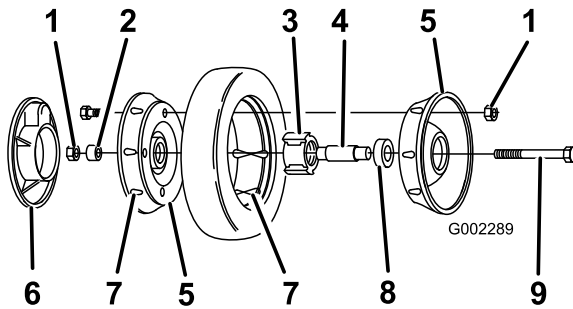

Figura 31
3. Retire el perno, el suplemento de la rueda y la contratuerca que monta la rueda al brazo de pivote (Figura 31).
4. Separe las mitades de la rueda del neumático retirando los 4 pernos y las 4 contratuercas (Figura 31).
Nota: Si retira los cojinetes del conjunto de cojinete/buje, retírelos apretando sobre el suplemento del cojinete (Figura 31).
1. Coloque el neumático en una mitad de rueda, alineando las orejetas en cada pieza (Figura 31).
2. Coloque el conjunto cojinete/buje en el hueco central de la mitad de la rueda. Asegúrese de que las patas del buje están posicionadas sobre la brida del hueco (Figura 31).
3. Coloque la otra mitad de la rueda sobre el conjunto cojinete/buje, alineando las orejetas de la rueda y del neumático y los taladros de montaje (Figura 31).
4. Usando 2 tornillos o pernos de rosca completa (1/4-20 x 1,50 pulg.) y tuercas no de freno, conecte sin apretar las dos mitades de la rueda. Monte los tornillos o pernos en taladros opuestos (Figura 31).
5. Compruebe la alineación de todas las piezas y apriete los pernos, alternando de uno a otro para que el encaje sea uniforme, hasta que las mitades de la rueda estén juntas (Figura 31).
6. Instale los 2 pernos y 2 contratuercas que retiró anteriormente en los taladros restantes de las mitades de la rueda, y apriételos. Retire los dos tornillos o pernos largos y sustitúyalos por 2 pernos y 2 contratuercas (Figura 31).
7. Instale la rueda en el brazo de pivote con los pernos, un suplemento y una contratuerca. Asegúrese de que el suplemento está colocado entre el buje de la rueda y el brazo de pivote (Figura 31).